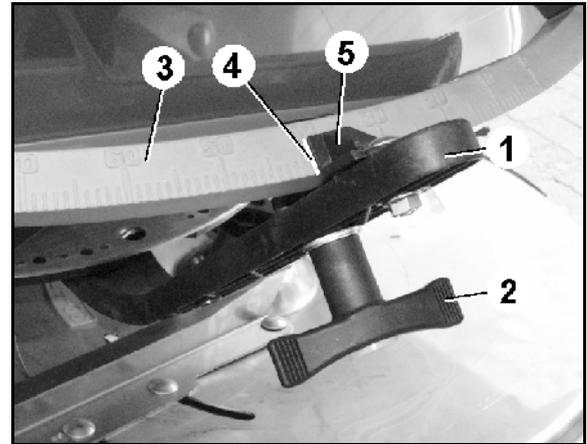

図 64
(図 64/1) で行います。
2. 蝶ねじ (図 64/2) を外します。
(図 64/3) を探します。
4. 設定レバー表示器 (図 64/5)
の読み取りエッジ (図 64/4)
6. 蝶ねじ (図 64/2) を締め付けます。